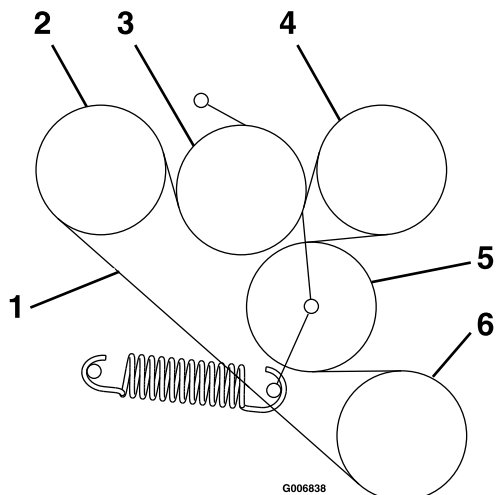

Рисунок 61
6. Наденьте новый ремень на шкивы, как показано на наклейке, расположенной в задней части щитка левого привода (Рисунок 61).